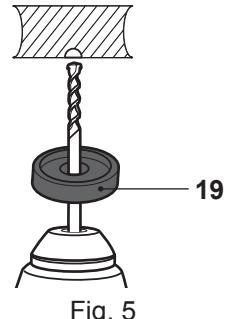

Fig. 5
Utilice el recogedor de polvo (19) sobre la broca para proteger al usuario y el producto del polvo o residuos (Fig. 5).